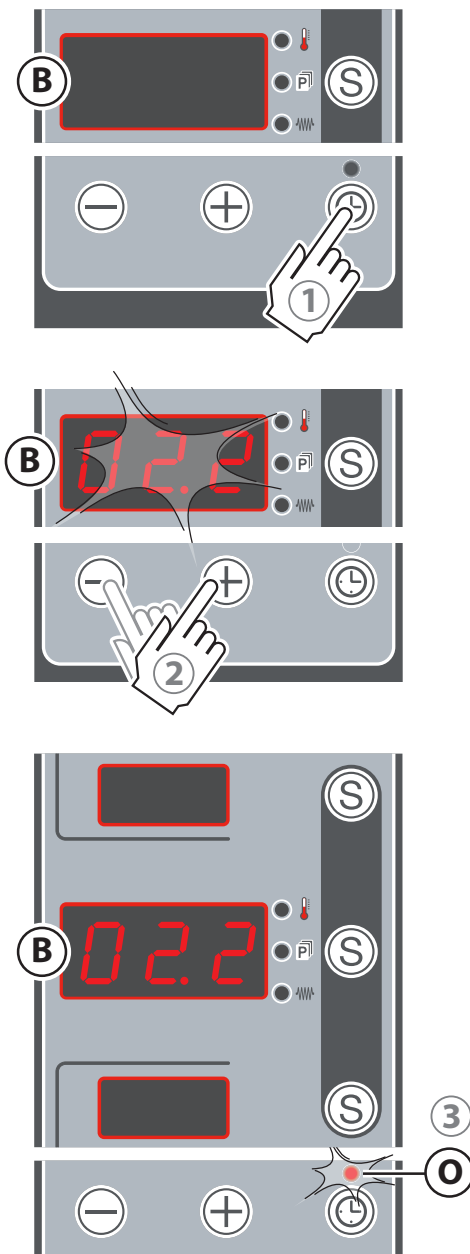

Fig.16.
Consultar el ► cap. "**Encendido programado**" en la pág. 14 y Fig.16.
► Fig.16.